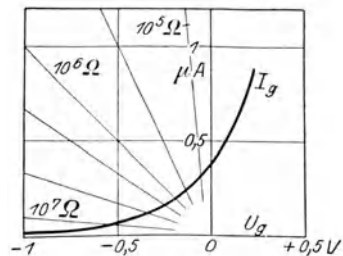

Abb. 44.
57. Die Rechnung versagt, solange man die Formel für die Gitterstromkurve nicht kennt. Man kann sich aber durch ein zeichnerisches Verfahren helfen. Nachdem die Kurve des Gitterstroms  $I_g$  über der Gitterspannung  $U_g$  gezeichnet ist (Abb. 44), trägt man die Kurve des Stromes  $I$  ein, der den Widerstand  $R$  durchfließen würde, wenn er allein vorhanden wäre. Z. B. fließt